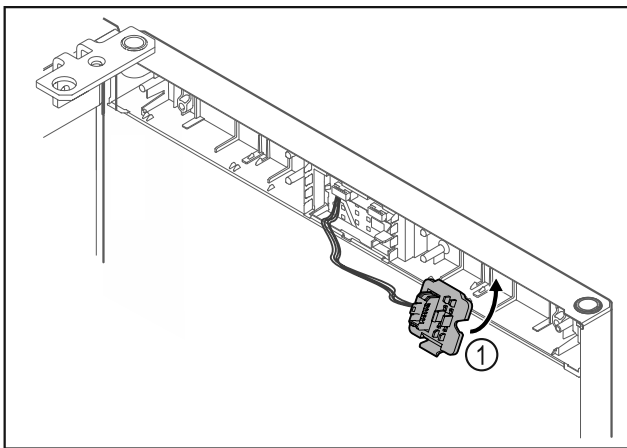

Fig. 23
- Accrocher le support de connecteur Fig. 23 (1) de l'autre côté.